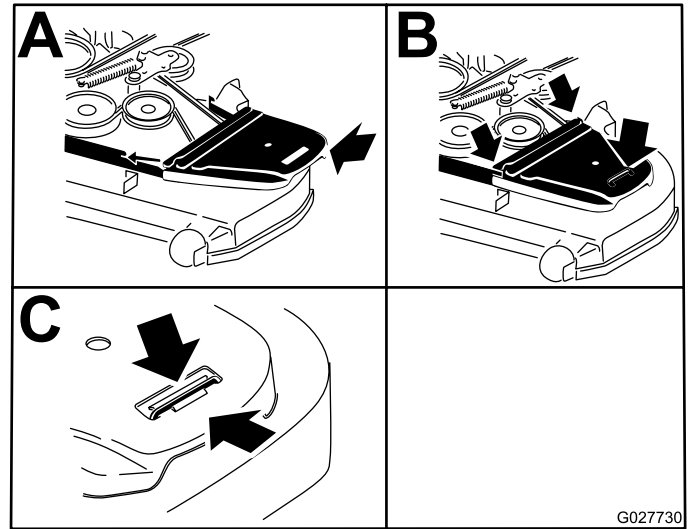

Figure 100
12. Posez les protège-courroies (Figure 100).